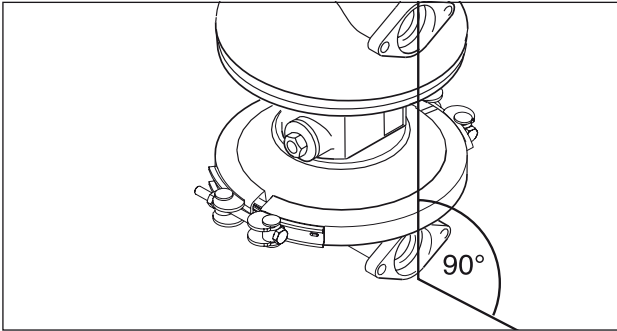

Abb. 16: Ausrichtung der Pumpenkammern
- Zusammenbau der Pumpenkammer: Montage der Membran, Fixierung durch Festschrauben des äußeren Membrantellers gemäß Kapitel 9.4 "Anzugsmomente". Die Pumpenkammern sind grundsätzlich bei in Ansaugstellung befindlicher Membran zu montieren (Membranteller in Luftkammer hineindrücken) (Abb 15). Spannbänder oder Montageflansch festschrauben. Zweite Membran analog montieren. Die Flanschflächen der Pumpengehäuse müssen fluchten (Abb. 16).